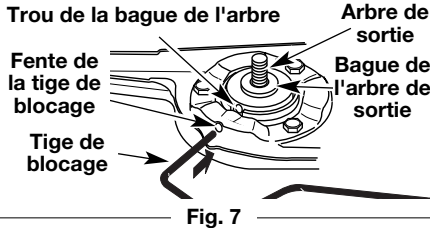

Fig. 7
1. Alignez le trou de la bague de l'arbre avec la fente de la tige de blocage, puis insérez la tige dans le trou de la bague (Fig. 7).
6. Alignez le trou de la bague de l'arbre avec la fente de la tige de blocage, puis insérez la tige dans le trou (Fig. 7).